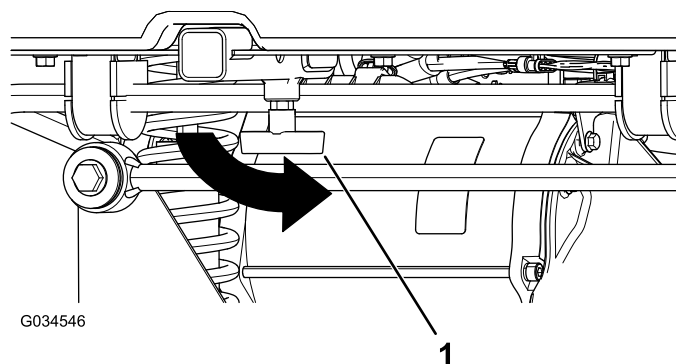

Figura 18
4. Aperte a pega em "T" rodando-a no sentido contrário ao dos ponteiros do relógio (Figura 18).